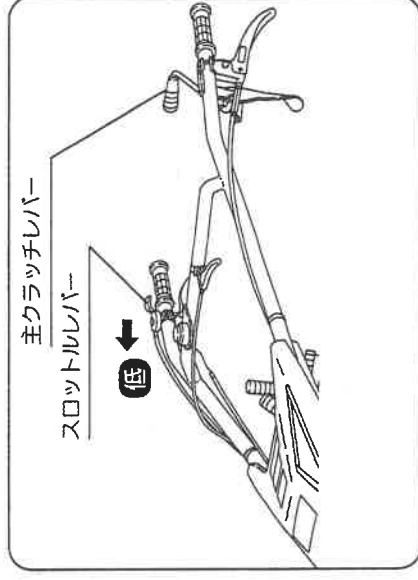

図17
② 低速から高速に切換操作は主クラッチを一旦切ってからおこなってください。(図17)